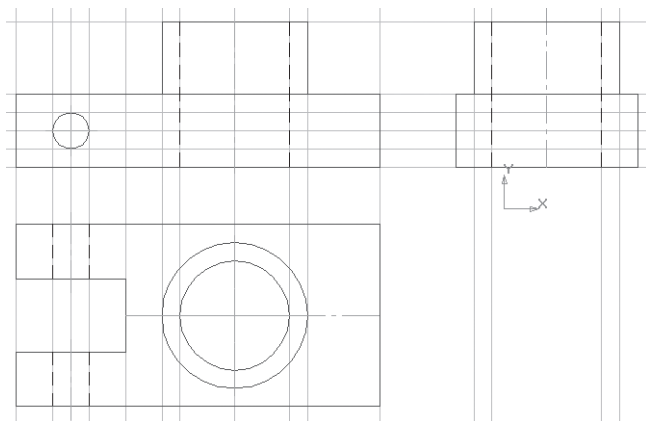

Рис. 301
- отрезком постройте невидимый контур сквозного отверстия $\varnothing = 30$, изменив стиль линии на **Штриховую** (рис. 301). Не забудьте изменить стиль линии обратно на **Основную**;